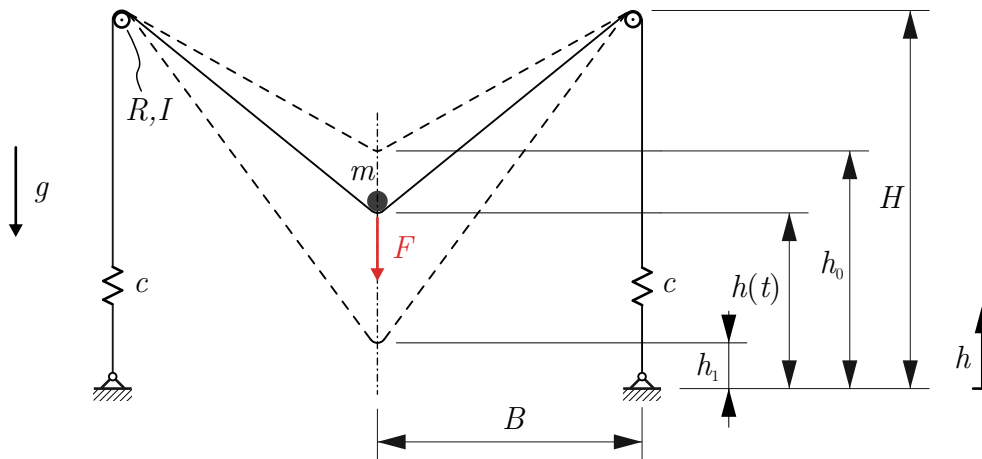

Abbildung 3: Schleuder
2. Eine Kugel der Masse  $m$  soll durch die in Abbildung 3 dargestellte, symmetrisch aufgebaute Schleuder mit den Abmessungen  $B$  und  $H$  in die Höhe geworfen werden. Dazu befinden sich in den Seilen wie eingezeichnet zwei Federn mit der Federkonstante  $c$ . Die beiden Umlenkrollen mit dem Radius  $R$  haben das Trägheitsmoment  $I$  bezüglich der Drehachse.